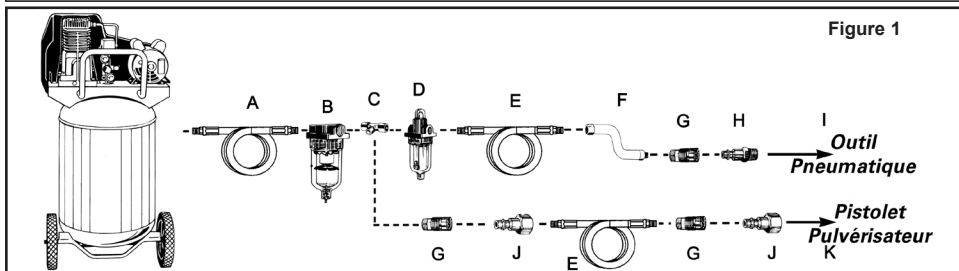

Figure 1
- Branchez l'outil au raccord rapide du tuyau flexible d'air. **REMARQUE :** *Il est recommandé d'utiliser un flexible de raccordement à pivot (P012-0079SP - non inclus) afin d'empêcher le tuyau flexible de s'entortiller ou de se plier et de prévenir son usage excessif (voir l'élément F de la Figure 1 pour les connexions recommandées).*
Pour conserver le rendement optimal du moteur pneumatique, il faut le lubrifier à chaque utilisation. Des résidus de poussière, de saleté et d'huile se logeront à l'intérieur de l'outil et en réduiront le rendement. Un huilier sur canalisation est recommandé pour lubrifier automatiquement l'outil de façon adéquate (voir Figure 1). Si ce dispositif n'est pas disponible, il est possible de lubrifier l'outil manuellement par l'orifice d'admission (voir Figure 4).